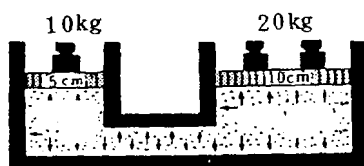

图 1-9 帕斯卡原理
(3) 帕斯卡原理 (pascal's law): 如图 1-9 所示, 在一密闭容器内, 任何位置的液体压力均相同。